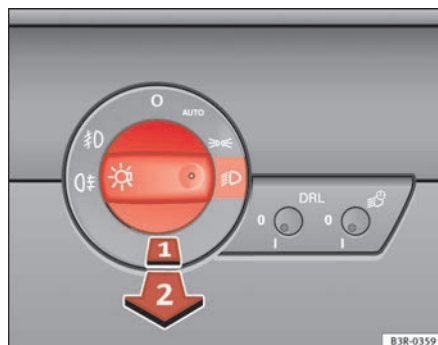

Fig. 85 Pormenor do painel de instrumentos: Comutador das luzes
- Rode o interruptor das luzes ⇒ fig. 85 para a posição ☀.
- O interruptor das luzes  ⇒ página 119, fig. 85 **não** deve rodar-se até ao símbolo .
- Primeiro, coloque o interruptor das luzes  ⇒ página 119, fig. 85 na posição  ou .